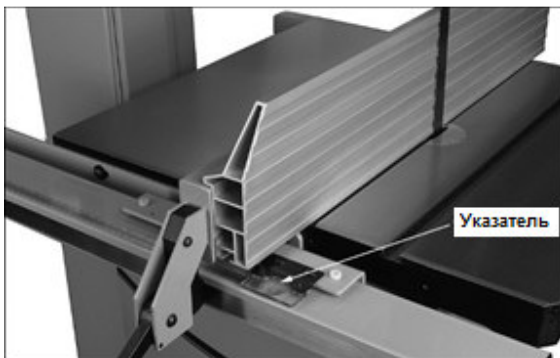

Рис. 12: калибровка указателя упора
См. Рис. 12.
1. Ведите упор вровень с поверхностью пильного полотна, как показано на рис. 12. (Не вдавливайте упор в полотно, чтобы оно не изгибалось.)